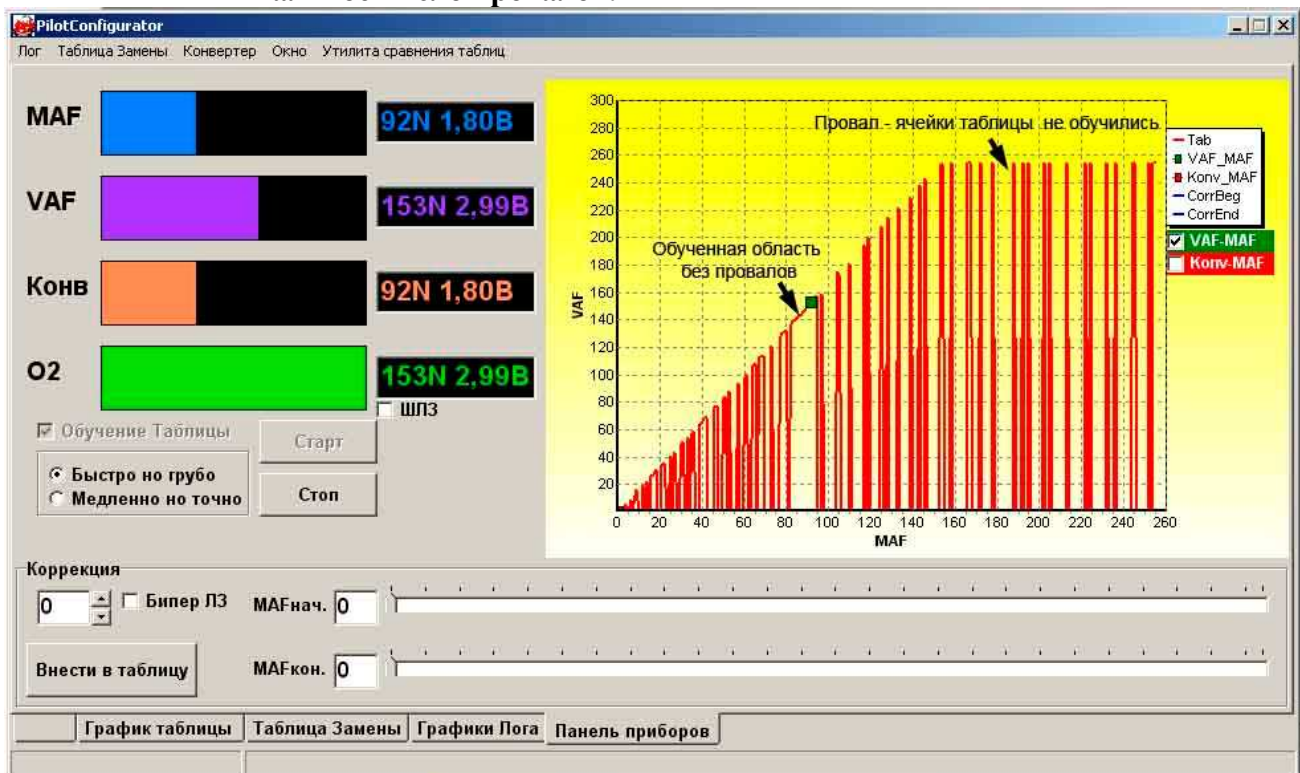

Рис. 7 Обучение таблицы замены. Провалы и обученные области.
6. Несколько раз плавно нажмите и отпустите педаль акселератора, чтобы обороты двигателя изменились в диапазоне от оборотов холостого хода до оборотов начала красной зоны тахометра. При этом произойдет грубое обучение таблицы замены. Также, в режиме обучения таблицы, рекомендуется совершить небольшую поездку на автомобиле. Это позволит увеличить число обученных ячеек (см. Рис. 7). Постарайтесь получить минимальное число провалов.